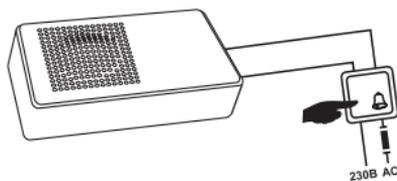

Рисунок 6. Монтаж проводного звонка ЗПБ
- Провести подключение питающей однофазной сети к проводам звонка (рис. 6).